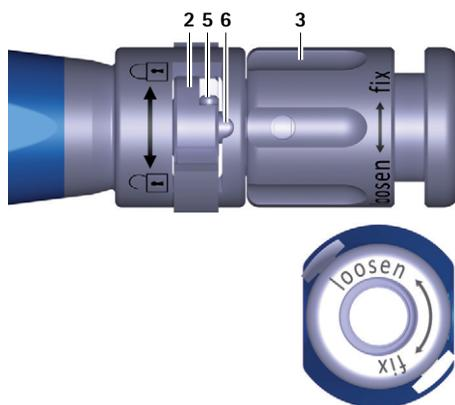

Fig. 1 Visualização de proximidade do instrumento introdutor, comutador aberto
- ▶ Rodar a porca giratória 3 no instrumento introdutor A no sentido anti-horário (sentido "loosen"), para empurrar a barra 6 para a frente, ver Fig. 1.
- ▶ Rodar o comutador **2** para a esquerda (sentido ↶), ver Fig. 1.
- ▶ Rodar o comutador **2** para a esquerda (sentido ) , ver Fig. 1.
- ▶ Verificar a posição para acoplar o instrumento introdutor **A**, ver Fig. 1.
- ▶ Rodar o comutador **2** para a esquerda (sentido ⤵), ver Fig. 1.
- ▶ Rodar a porca giratória **3** no sentido anti-horário (sentido "loosen"), até a barra **6** ser empurrada para a frente, ver Fig. 1.